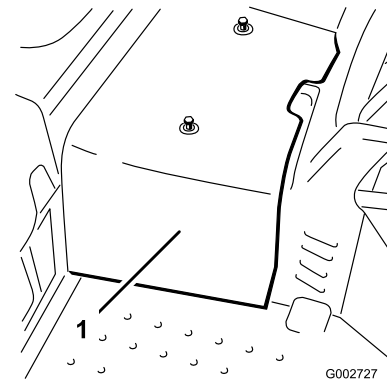

Figure 41
2. Retirez les 2 vis de fixation du carénage central à la machine et déposez le carénage (Figure 41).